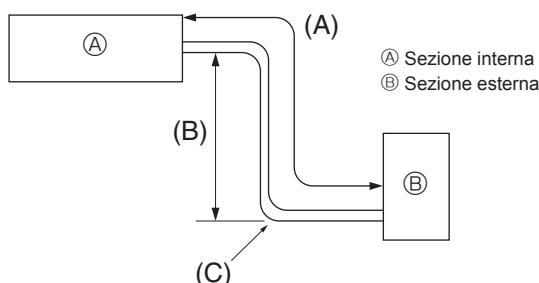

Fig. 4-1
4.1. Tubazione del refrigerante (Fig. 4-1)